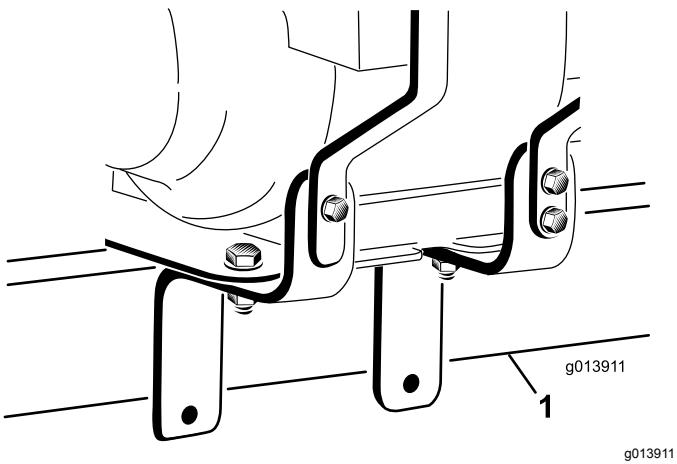
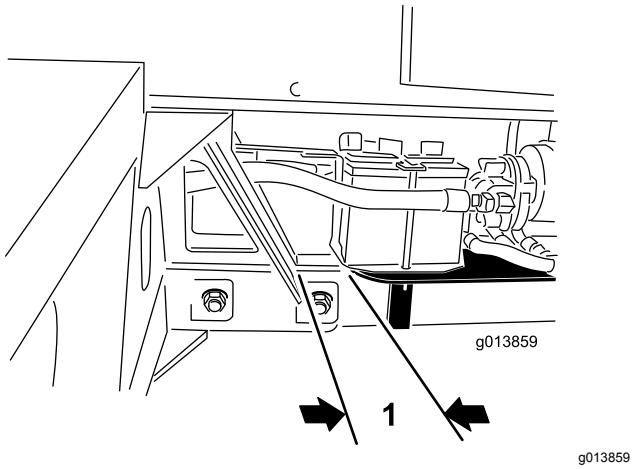

Bild 5
Bild 6
1. Batteriebefestigungsband 2. Batteriebefestigungsschraube (2)
20. Da der Motor schwer ist, kann die Platzierung dieses Teils schwer sein. Setzen Sie den Motor (mit einer anderen Person) auf das Anbauvorrichtungsrohr des ProPass. Stellen Sie sicher, dass die Motorbefestigungshalterungen beiderseits vom Anbauvorrichtungsrohr (Bild 5) liegen, und dass die Rückseite der Motorbefestigungsplatte ca. 25 mm vom Anschluss des ProPass-Anbauvorrichtungsrohr ist (Bild 6).